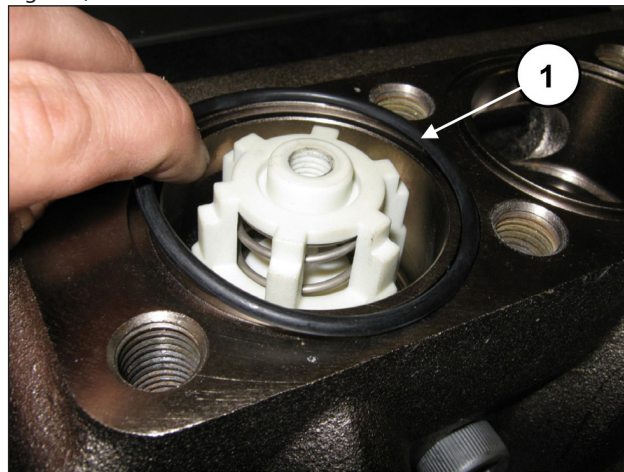

Fig. 158
Aplicar la junta tórica frontal en las válvulas de envío (pos. ①, Fig. 158).